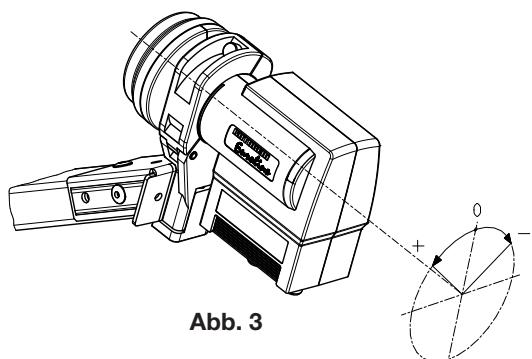

Abb. 3
4. Speisesystemhalterung fest verschrauben (Abb. 3).
4. Screw the feed system mounting tightly (Fig. 3).